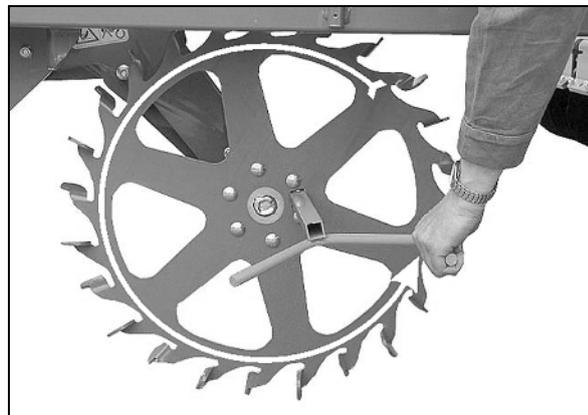

Fig. 125
- Tournez la roue d'entraînement (Fig. 125), comme pour le contrôle de débit en utilisant la manivelle vers la gauche jusqu'à ce que les roues distributrices et le doseur soient complètement vidés.